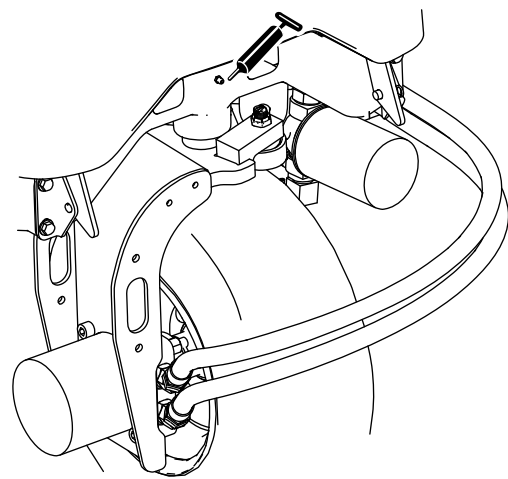

Figure 37
- Pivot de direction (Figure 37)